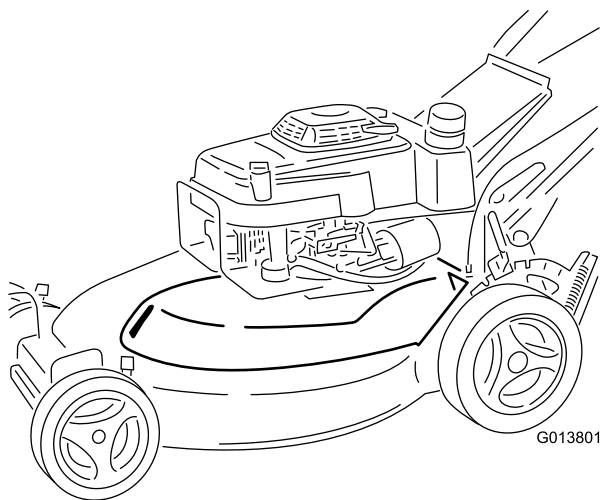

Bild 31
3. Drücken Sie vorne an der Riemenabdeckung nach unten und nach vorne, um sie von den vorderen Befestigungsschrauben auszuhaken (Bild 31).